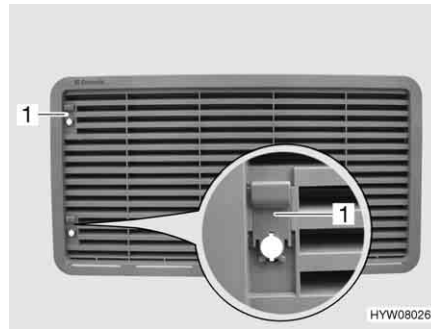

Fig. 195 Rejilla de ventilación del frigorífico (con corredera)
- Empujar la corredera (Fig. 195,1) hacia arriba.